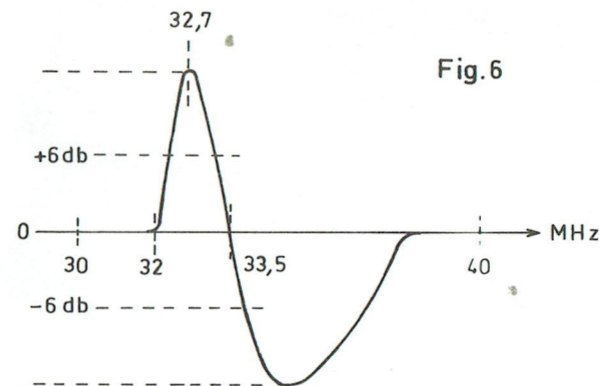

Fig. 6
- Régler S 1774 de telle sorte que le sommet de la courbe soit situé à 32,7 MHz quelle que soit son amplitude (fig. 6).